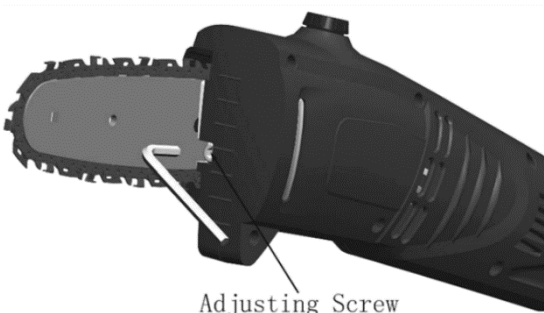

Figure 5
2. Draai de stelschroef aan de voorkant van de zaagkop rechtsom tot de speling uit de ketting is (zie afbeelding 5)